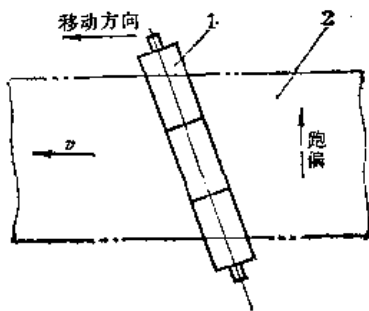

图8-3-10 托辊纠偏示意图
① 托辊轴承磨损间隙大,油脂少。停工时卸下托辊检修其轴承,加好润滑油。
② 辊道支架断了,使托辊不转。更换支架,装好新托辊。
③ 托辊外壳磨损大而不转。及时更换托辊。
(4) 卸料器及挡砂板漏砂
- ① 调整挡砂板胶皮与胶带接触面。
- ② 更换挡砂板胶皮。
- ③ 调整或更换卸料器的胶皮。
(5) 胶带跑偏 在输送机运行中胶带跑偏是常见的故障，其原因有：
① 托辊组轴线同胶带中心线不垂直。把向胶带跑偏那边的托辊往胶带前进方向移动一点，一般移动几组托辊就能纠正（见图8-3-10）。